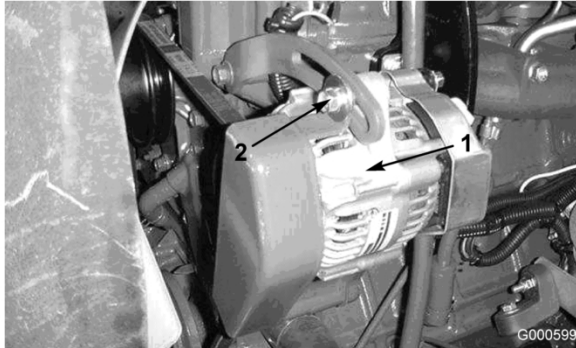

Bild 52
Prüfen Sie den Zustand und die Spannung der Treibriemen (Bild 52) alle 100 Betriebsstunden.
2. Lockern Sie bei einer Durchbiegung von mehr oder weniger als 10 mm die Befestigungsschrauben der Lichtmaschine (Bild 52). Erhöhen oder reduzieren Sie die Spannung des Lichtmaschinen-Treibriemens und ziehen Sie die Schrauben wieder fest. Prüfen Sie die Riemenspannung noch einmal auf korrekte Einstellung.